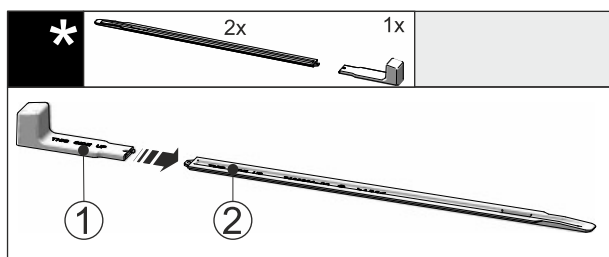

Fig. 46
- ▶ Insérer la poignée de montage Fig. 46 (1) dans le rail de nivellement Fig. 46 (2).